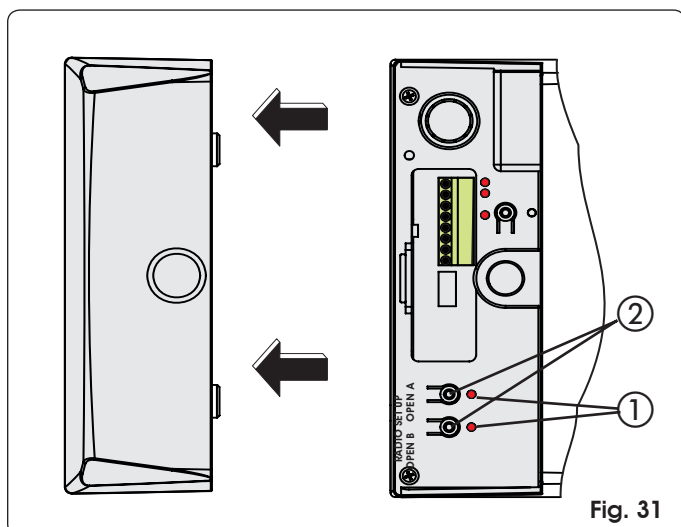

Fig. 31
- 2) Appuyer, pendant 1 seconde, sur le bouton-poussoir OPEN A ou OPEN B. (Fig. 31 ref. ②) pour mémoriser respectivement l'ouverture totale ou l'ouverture partielle.
- 3) La LED correspondante (Fig. 31 ref. ①), commence à clignoter lentement pendant 5 s.
- 4) Appuyer, pendant 1 seconde, sur le bouton-poussoir OPEN A ou OPEN B (Fig. 31 ref. ②), pour mémoriser respectivement l'ouverture totale ou l'ouverture partielle.
- 2) Appuyer, pendant 1 seconde, sur le bouton-poussoir OPEN A ou OPEN B (Fig. 31 ref. ②) pour mémoriser respectivement l'ouverture totale ou l'ouverture partielle.